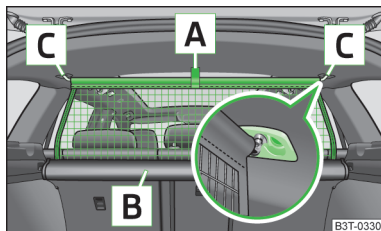
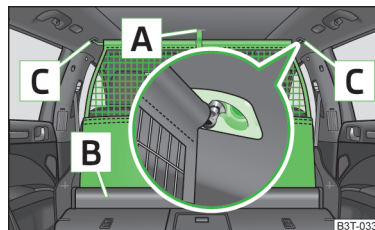

Fig. 119
Fig. 120
- ¡Cerciórese de que la barra transversal esté insertada en los alojamientos [C] » fig. 119 de la página 113, y/o » fig. 120 de la página 113 en la posición delantera!
- Tirar de la red de separación por la lengüeta [A] » fig. 119 y tirar de ella en sentido de los alojamientos [C].
- Tire la barra transversal un poco hacia atrás, primero por un lado y seguidamente por el otro lado, y sáquela de los alojamientos [C] » fig. 119.
- Tirar de la red de separación por la lengüeta [A] » fig. 120.
- Tire la barra transversal un poco hacia atrás, primero por un lado y seguidamente por el otro lado, y sáquela de los alojamientos [C] » fig. 120.